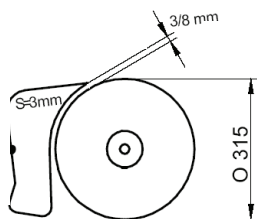

FIG.10-A
- La distancia entre la cuña y la hoja sea de 3 a 8 mm (fig. 10-A).